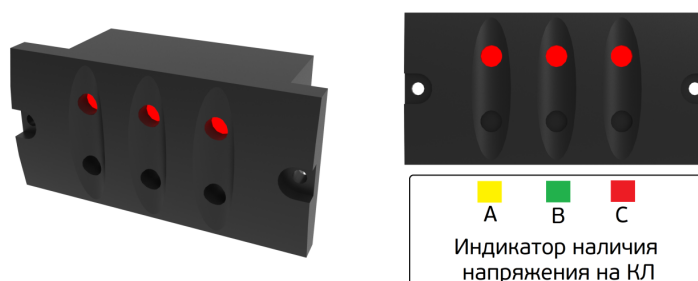

Рис. 8.1 Устройство EVI
На каждом присоединении устройства КСО на лицевой панели установлены устройства индикации напряжения EVI (Рис. 8.1), устройство подключено к емкостным делителям напряжения установленным в кабельном отсеке. Устройство снабжено тремя световыми индикаторами наличия напряжения по одному на каждую фазу КЛ, а также штекерными отверстиями, располагающимися рядом с каждой из ламп, цветовая маркировка фаз наносится под устройством.
Фазировка кабеля присоединения (1) (вновь включаемого или после ремонта) проводится с кабелем другого присоединения (2), находящимся под напряжением, расположение и чередование фаз которого уже проверено и является правильным (Ж-Э-К). Фазировка проводится посредством фазового компаратора (Рис. 8.2) путем установки штыревых контактов компаратора в штекерные отверстия соответствующих фаз фазлируемых присоединений (Рис. 8.1). При подключении переносного указателя к одноименным фазам (Рис. 8.3) – лампа указателя не горит, к разным фазам – горит (т.е. также, как при фазировке “в горячую”). При выполнении фазировки можно воспользоваться Табл. 1 ниже: